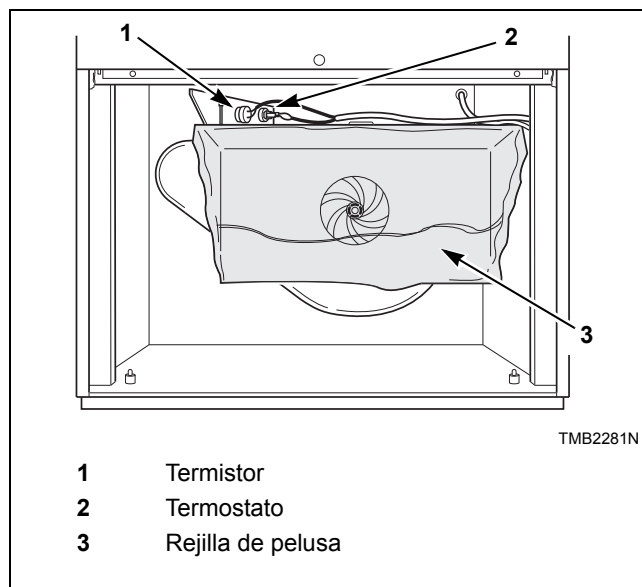

Figura 52
- e. Limpie las pelusas del termostato y termistor de límite alto del gabinete. Consulte la *Figura 52*.